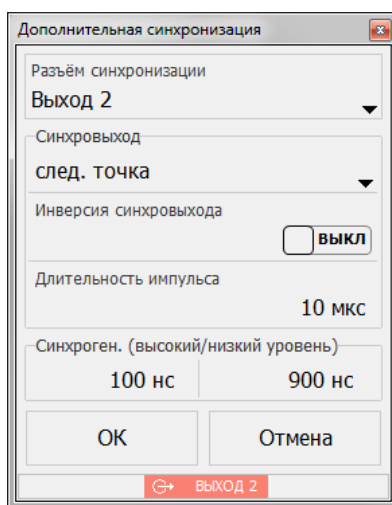

Рисунок 2.18 – Окно «Дополнительная синхронизация»
- «Дополнительно...» – кнопка открытия окна (рисунок 2.18) с настройками основного («Выход 1») и дополнительных выходов синхронизации 2 и 3. Выходы с включенной синхронизацией подсвечиваются в статусной строке окна.